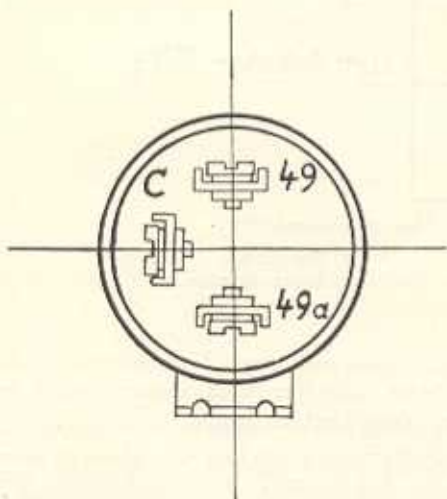

Bild E 10. Anschlußklemmen am Blinkgeber
- a) Durch Anschließen einer Kontrolllampe an die Klemme C des Blinkgebers (Bild E 10).